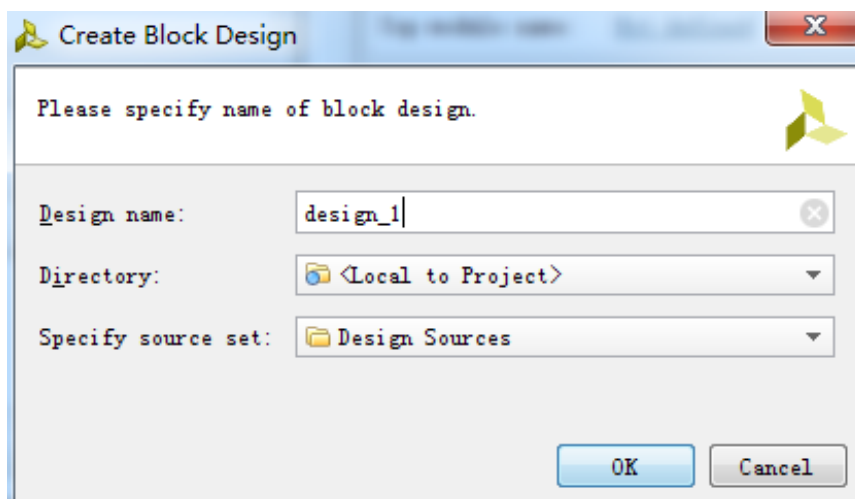

图 2-10 原理图文件名路径界面
2) 在弹出的创建原理图界面中，如图 2-10，保持默认。点击 OK 完成创建。